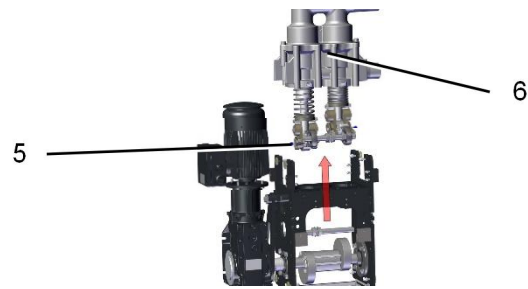

图 7-3: 横向轴的拆卸（取出泵单元）
3. 从弯角接头 (5) 上拆下润滑脂管 (图 7-3: 横向轴的拆卸（取出泵单元）)
4. 将泵单元连同双摇臂悬架和横向轴 (6) 一起向上取出。